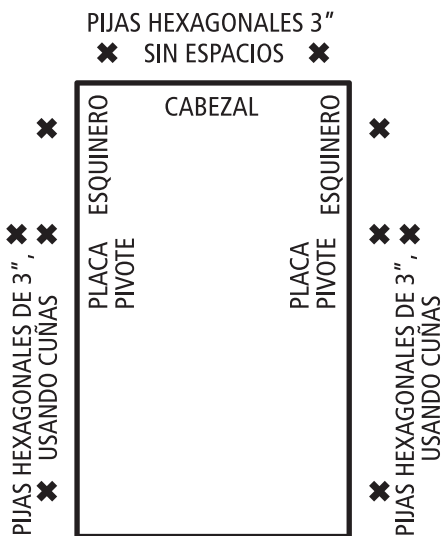
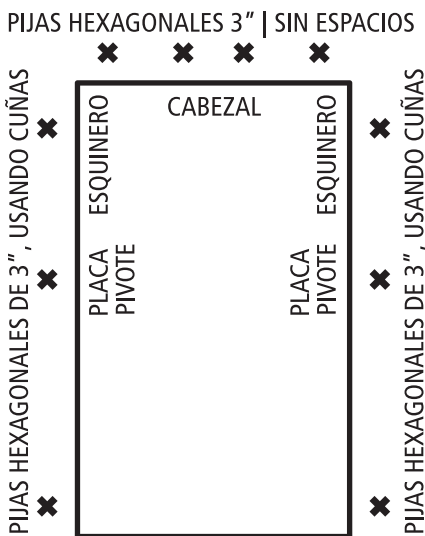

FIGURA 8: Modelos de madera
FIGURA 9: Modelos de Aluminio
A. La escalera viene con agujeros pre-perforados para instalación permanente, los agujeros para la instalación permanente se muestran en la Figura 8 para los modelos de madera y en la Figura 9 para los modelos de aluminio. Use cuñas cuando sea necesario para llenar el espacio entre el marco de la escalera y abertura en el techo, en lugares pre-perforados. Usando la broca de  $\frac{1}{8}$ ", perforo orificios guía a través de cuña hasta las vigas del techo y el cabezal.